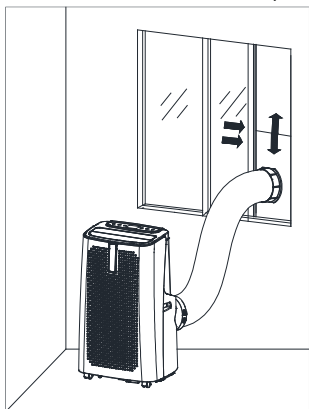
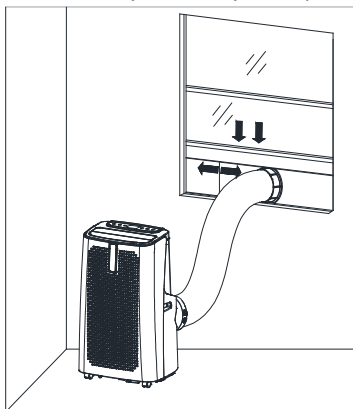

Рис.6
Рис.7
2) Вытяните вытяжной шланг и защелкните плоский конец шланга в отверстии уплотнительной пластины окна (как показано на рис. 6 и рис. 7).